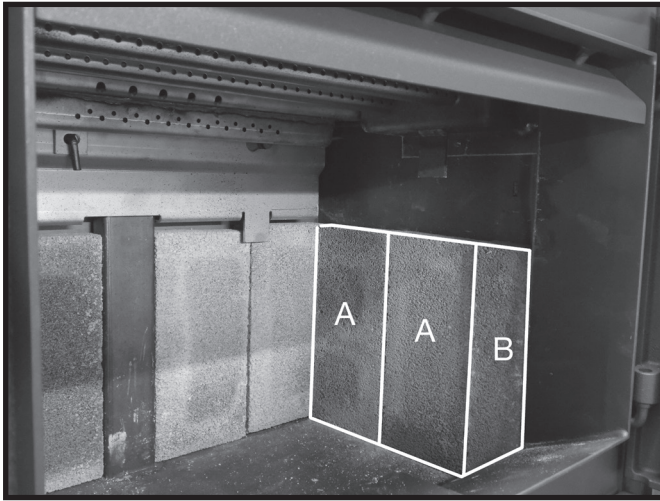

Figure 14: Les briques posées dans la partie inférieure du mur droit.
5. Placer une deuxième brique A puis une brique B sur le côté (Figure 14).